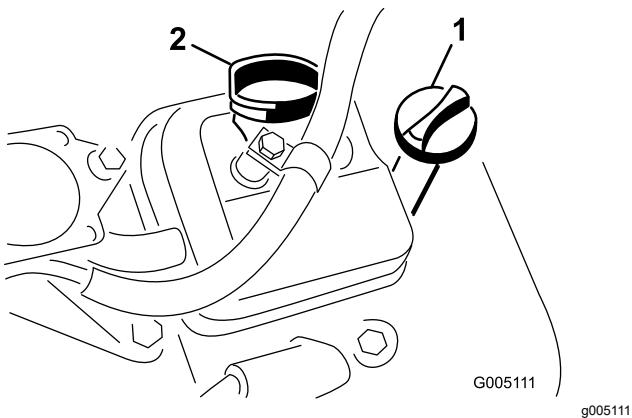

図 33
- 補給口にディップスティックを差し込んでねじ部を最後まで締めこむ図 33。